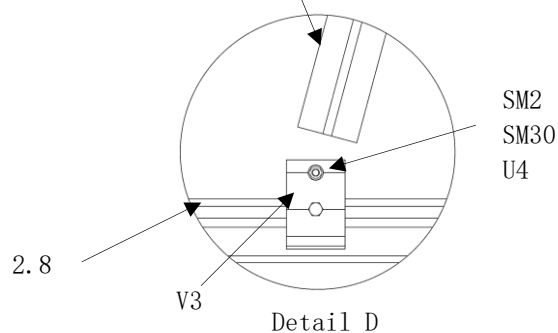

Abb. 37
- **Detail D beachten!** (Abb. 37)